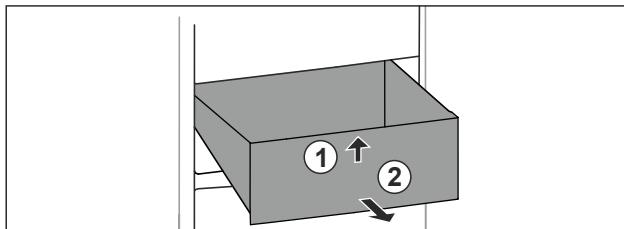

Fig. 72
- Приподнимите выдвижной ящик спереди. Fig. 72 (1)
- Извлеките выдвижной ящик движением вперед. Fig. 72 (2)